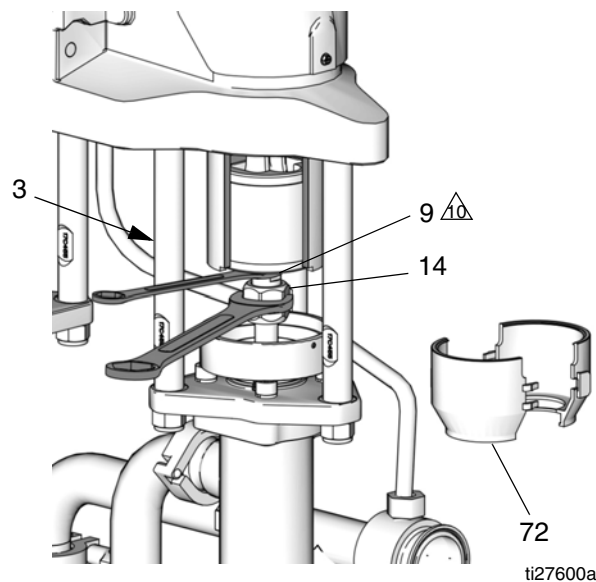

FIG. 5. Remova a porca de acoplamento.
2. Faça jog com o motor para colocar a válvula do lado em reparação no fundo do curso. Isto permite o acesso à porca de acoplamento (14).
4. **Bombas com válvulas vedadas:** Retire a proteção de duas partes (72, consulte a FIG. 5) inserindo uma chave de fendas na ranhura, utilizando-a como alavanca para liberar a aba. Repita para todas as abas. **Não utilize** a chave de fenda para separar as proteções.
5. Consulte a FIG. 5. Coloque uma chave de 3/4 de polegada nas partes planas (9) do pistão deslizante (logo acima da porca de acoplamento), para impedir que o pistão/biela girem quando estiver soltando a porca de acoplamento (14). Oriente a chave para que fique apoiada contra uma das hastes de ligação (3). Aplicar força excessiva contra o pistão/biela poderá encurtar a vida útil do rolamento do pino da válvula.
6. Usando uma chave de boca de 1-5/8 de polegada, desaperte a porca de acoplamento (14) do pistão deslizante (9) e deixe-o deslizar para baixo na biela do pistão da bomba. Tenha cuidado para não perder os aros (13).